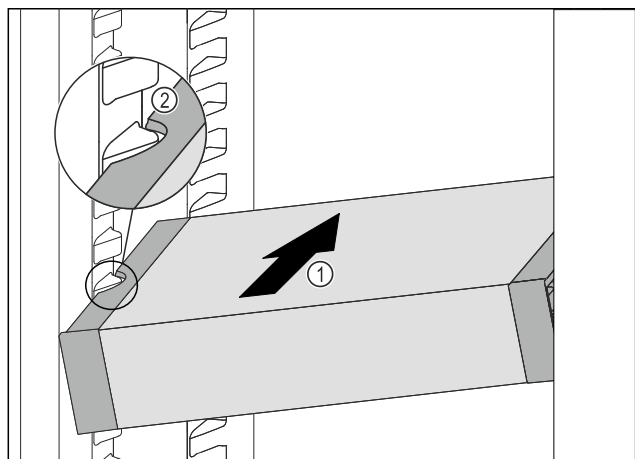

Fig. 104
- ▶ VarioSafe schuin in het koelgedeelte schuiven Fig. 104 (1), tot de uitsparingen aan de zijkant Fig. 104 (2) van de VarioSafe op de hoogte van de rib in het koelgedeelte zitten.